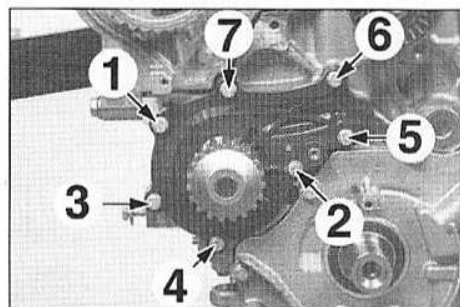

FIG.31
- Mettre en place la pompe à eau munie d'un joint neuf et respecter l'ordre de serrage (Fig.31).